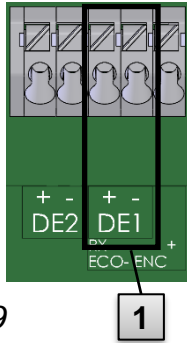

Abb. 9
1. Schließen Sie den Impulsausgang des Gaszählers an die Klemme „DE1“ (1 in Abb. 9) des EK205 an.
3. Lassen Sie den Temperaturlaufnehmer mit Hilfe der Plombierhülse **1** und der Drahtplombe **3** gemäß Abb. 9 durch einen Eichbeamten verplomben.